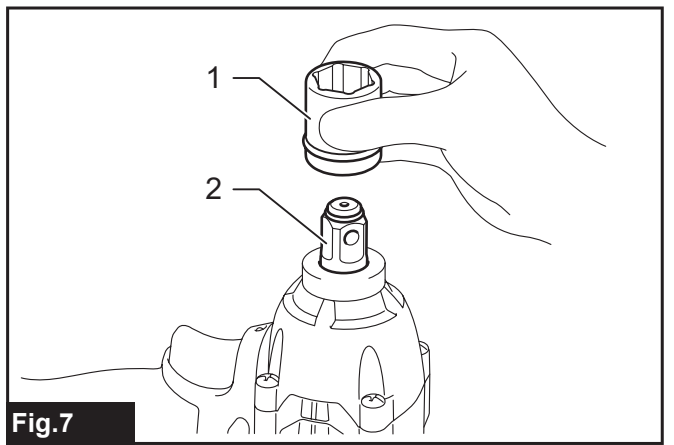

Fig.7
► Rys.7: 1. Nasadka udarowa 2. Zabierak kwadratowy